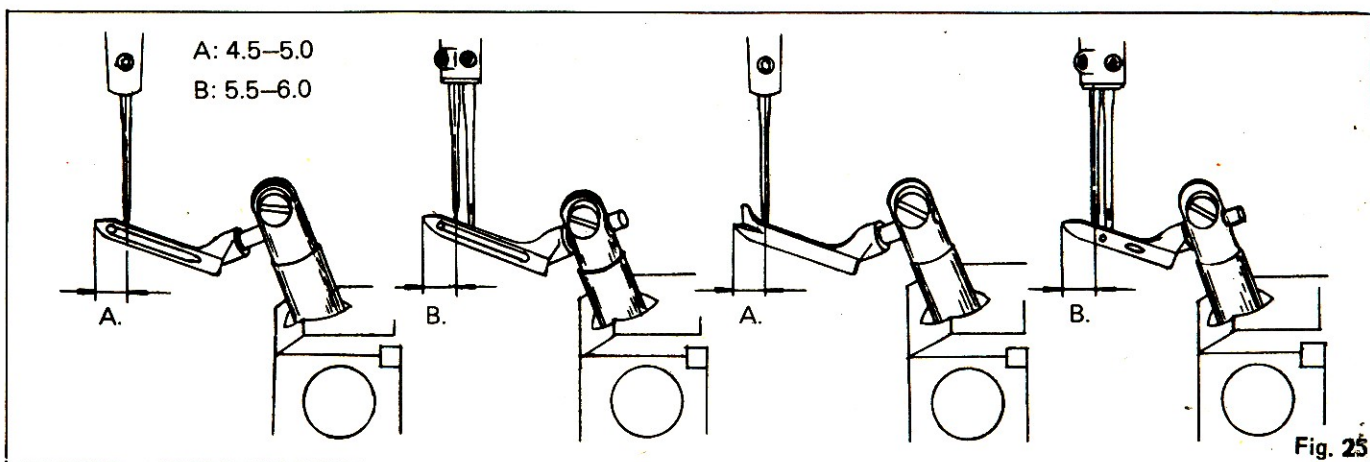

Fig. 25
(2) Upper Looper (Spreader) and Needle Fig. 25
Ancora Superior-Aguja. Fig. 25
Boucleur supérieur et aiguille Fig. 25